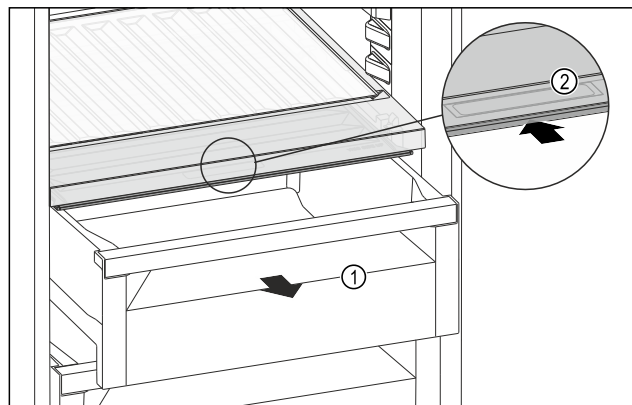

Fig. 110
- ▶ Extraer el compartimento Fig. 110 (1).
- ▶ Agarrar el tirador empotrado Fig. 110 (2) en la tapa del compartimento y tirar de la tapa del compartimento hacia atrás al mismo tiempo.